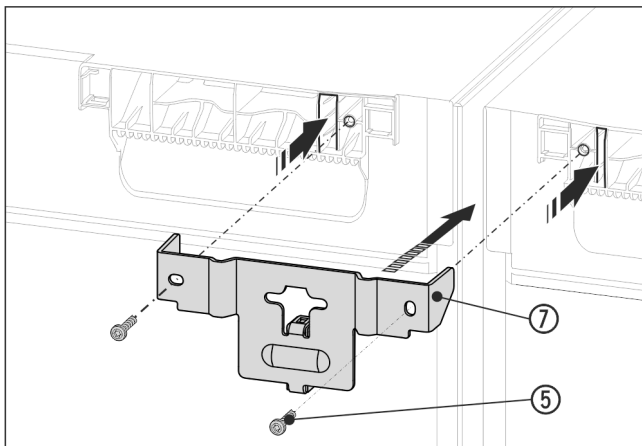

Fig. 17 例图
- 使用间隔垫片将角 Fig. 17 (7) 推入设备之间，并使用接片将其推入设备盖板中。使用两颗螺栓 Fig. 17 (5) 紧固。